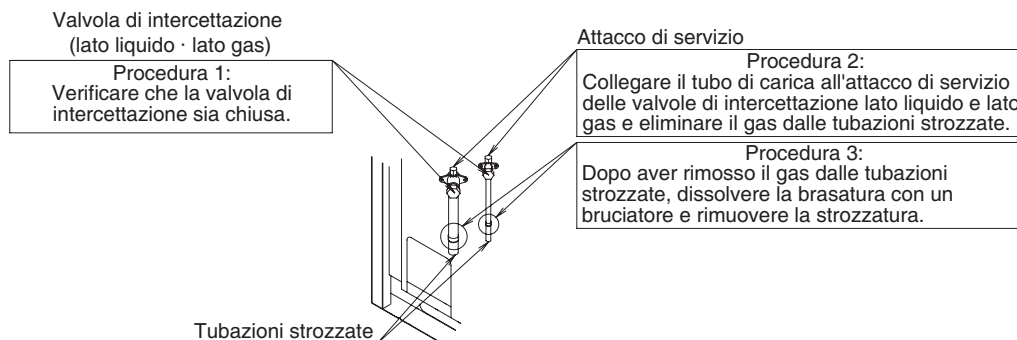

Figura 13
- Nel connettere la tubazione refrigerante all'unità esterna, rimuovere i tubi strozzati. **(Vedi figura 13)**
- I tubi strozzati devono essere rimossi seguendo la procedura in figura 13.